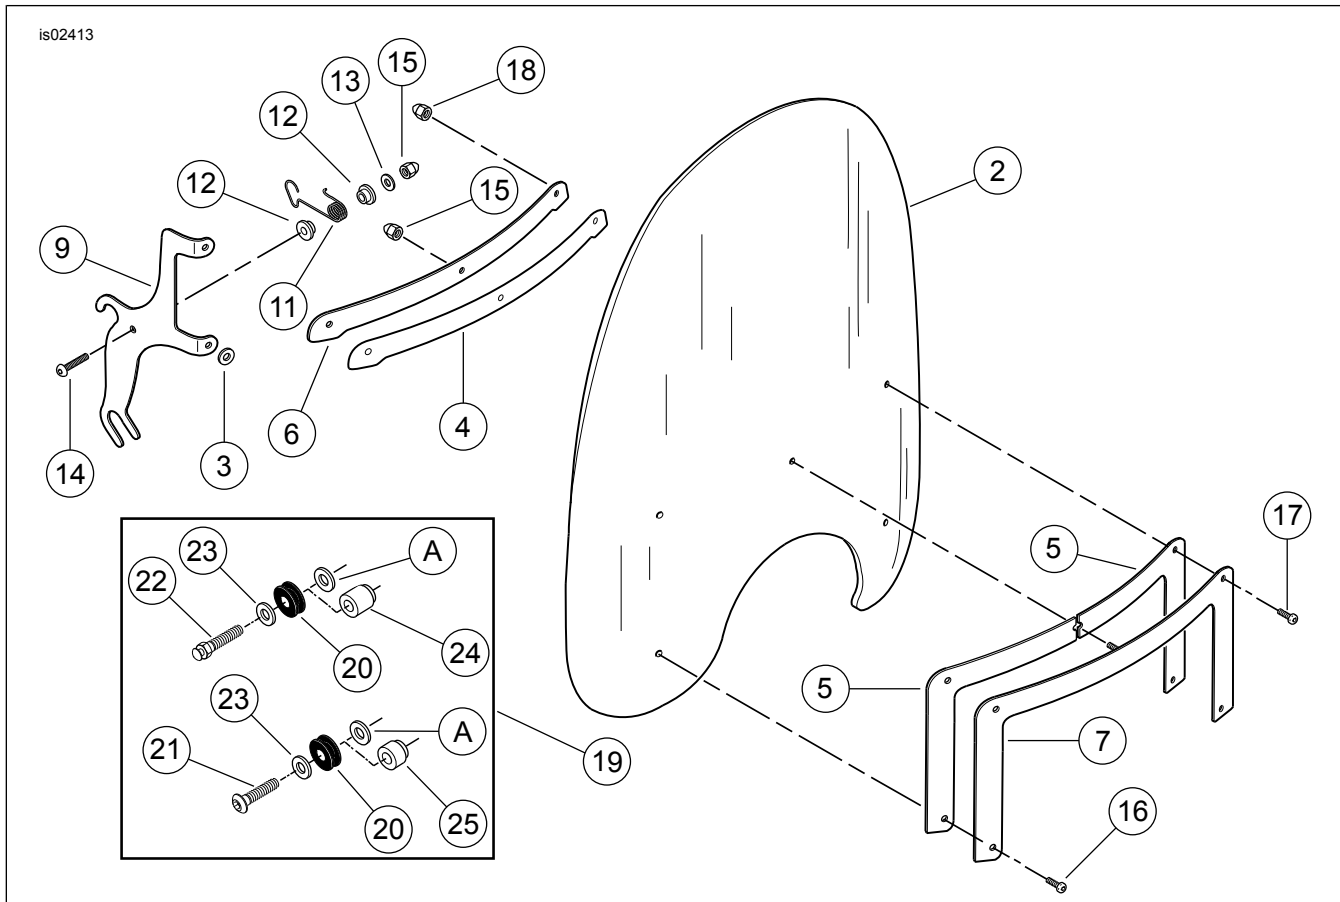

Figura 4. Peças de reposição: Para-brisa removível
Veja a Figura 4 e consulte a Tabela 2.
2. Veja a Figura 4. Pegue um parafuso cromado de cabeça cogumelo (22) do kit. Coloque uma arruela lisa (23) sobre as roscas do parafuso, seguida por uma bucha (20) e pela arruela lisa (A) conservada no passo 1.
4. Remova o parafuso inferior e a arruela. O parafuso superior pode ser descartado, mas conserve a arruela. Selecione um parafuso cromado de cabeça abaulada (21) do kit. Coloque uma arruela lisa (23) sobre as roscas do parafuso, seguida por uma bucha (20) e pela arruela lisa conservada (A).